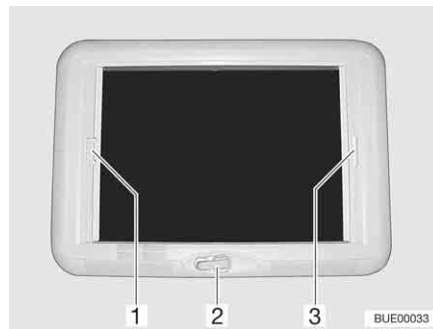

Fig. 80 Lanterneau à manivelle
- Tourner la manivelle (Fig. 80,2) jusqu'à ressentir une résistance.
- Tirer la poignée du dispositif occultant plissé (Fig. 80,3) et le relâcher lorsqu'il a atteint la position voulue. Le dispositif occultant plissé reste alors à cette position.
- Tirer sur la poignée (Fig. 80,1) de la moustiquaire jusqu'à toucher la poignée du dispositif occultant plissé (Fig. 80,3) située vis-à-vis et la faire s'enclencher.
- Appuyer sur la poignée de la moustiquaire (Fig. 80,1) vers l'arrière et le haut et décrocher la moustiquaire du dispositif occultant plissé (Fig. 80,3).